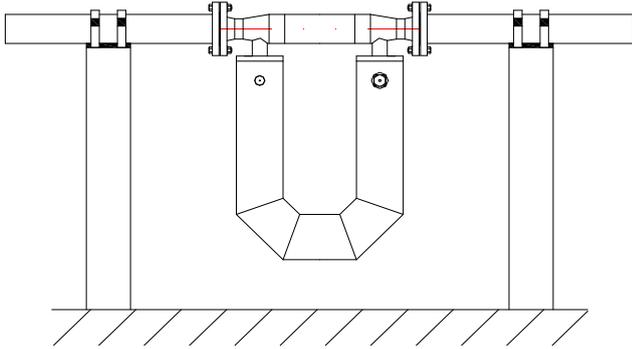

图 2.1
- 1、当质量流量计测量液体时，壳体应向下安装。如图 2.1 所示，防止气体聚集在传感器振管